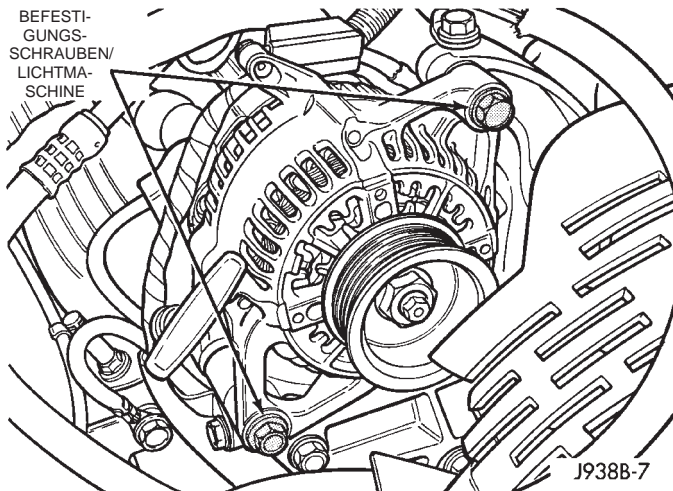
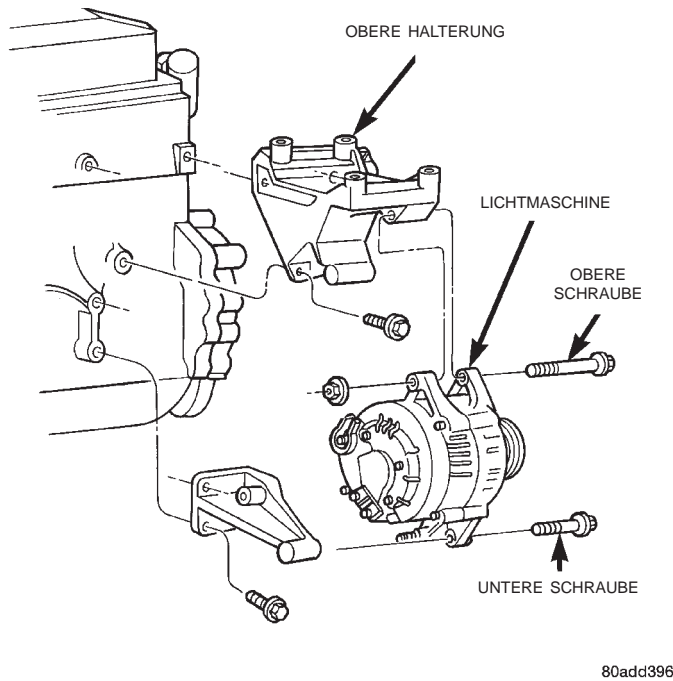

Abb. 4 Lichtmaschine aus- und einbauen - 5.2L-/5.9L-Motoren
Abb. 5 Lichtmaschine aus- und einbauen - 4.0L-Motor
(1) Batterie-Minuskabel von der Batterie abklemmen.
(2) Antriebsriemen der Lichtmaschine abbauen. Näheres hierzu siehe Kapitel 7, "Kühlsystem".
(3) Gelenkbolzen und Befestigungsschrauben/-mutter der Lichtmaschine lösen (Abb. 4) oder (Abb. 5). Die Lichtmaschine so halten, daß die Kabelanschlüsse zugänglich sind.